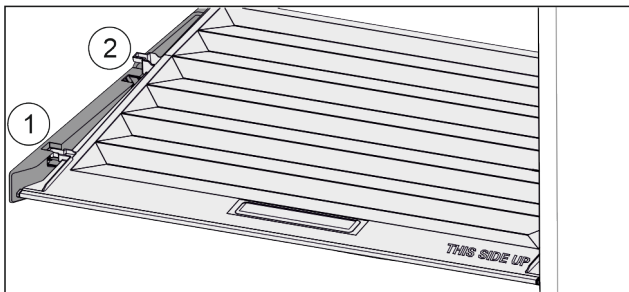

Fig. 137
- ▶ Кришку до отвору в деталях для підтримки потягнути вперед Fig. 137 (1).
- ▶ Підняти ззаду знизу та вийняти Fig. 137 (2) вгору.